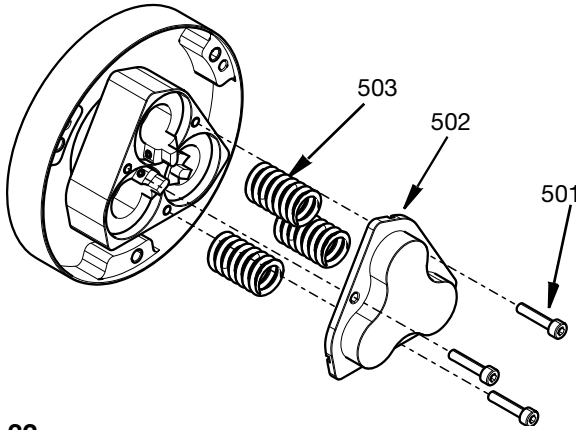

FIG. 32
13. Inserte los muelles (503) en los pistones, coloque la cubierta del cilindro (502) sobre los muelles y sujétela al alojamiento del cilindro con tres tornillos M4 (501). Apriete a un par de 3,3 N•m (29,2 lb-pulg.). Consulte la FIG. 32.